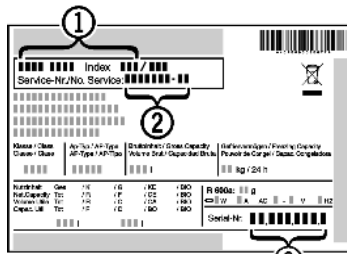

Fig. 36
- ▶ Gerätebezeichnung Fig. 36 (1), Service-Nr. Fig. 36 (2) und Serial-Nr. Fig. 36 (3) vom Typenschild ablesen. Das Typenschild befindet sich an der linken Geräteinnenseite.